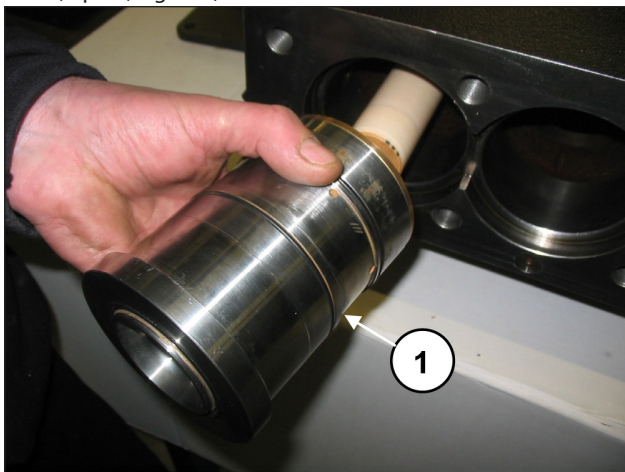

Fig. 159
Insérer le dispositif de blocage chemise-support de joint (avec leurs joints toriques) préalablement assemblé et le pousser à fond (rep. ①, Fig. 159).